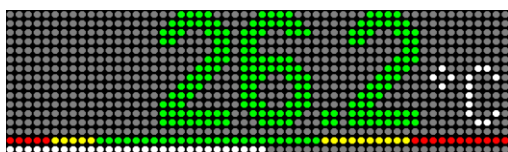

Рисунок 2.18 – Графическая шкала в виде линии
- линией, от начала шкалы до текущего положения (Рисунок 2.18);